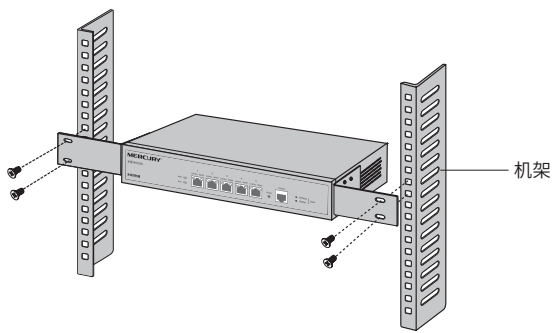

图3-3 机架安装示意图
4. 用螺钉将L型支架固定在机架两端固定的导槽上，确保无线控制器稳定、水平地安装在机架上，如图3-3所示。